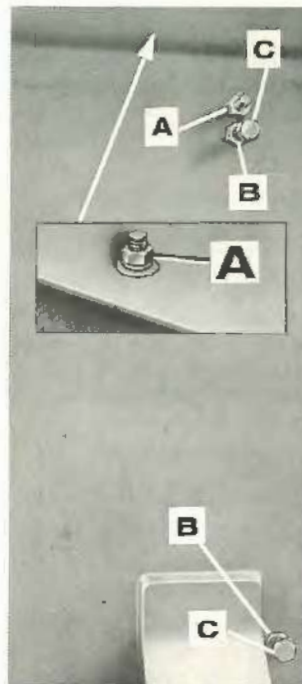

FIG.38
1. Desserrer les écrous sur les vis de retenue des équerres (A, Fig. 38).
2. Desserrer les écrous de blocage (B, Fig. 38) et les vis de réglage (C, Fig. 38). Tourner les vis de telle manière que les glissières soient déplacées vers l'intérieur, en direction du piston. Régler les glissières pour que le piston ait le minimum de jeu dans le canal de la presse, et qu'il puisse se déplacer librement durant tout le cycle de pressage. Bloquer tous les écrous et vérifier le jeu entre les couteaux, qui devra être compris entre 0,8 et 1,6 mm.